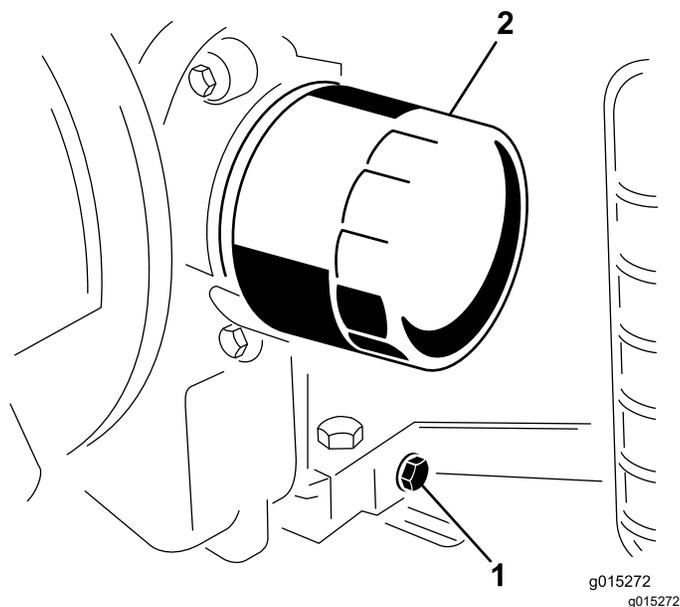

图 15
4. 在放油孔下放置一个盘子。取下排油塞让机油排出 图 15。